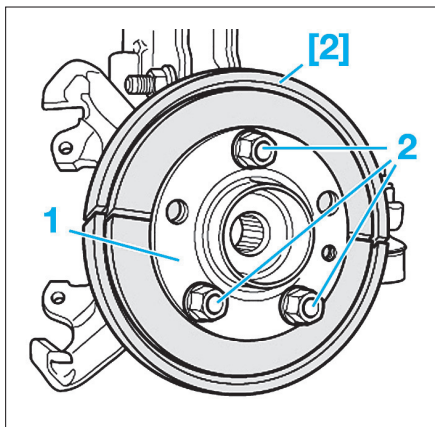

FIG. 66
- Dévisser les boulons de roue (2) du moyeu de roue avec le roulement de roue (1) (Fig.66).